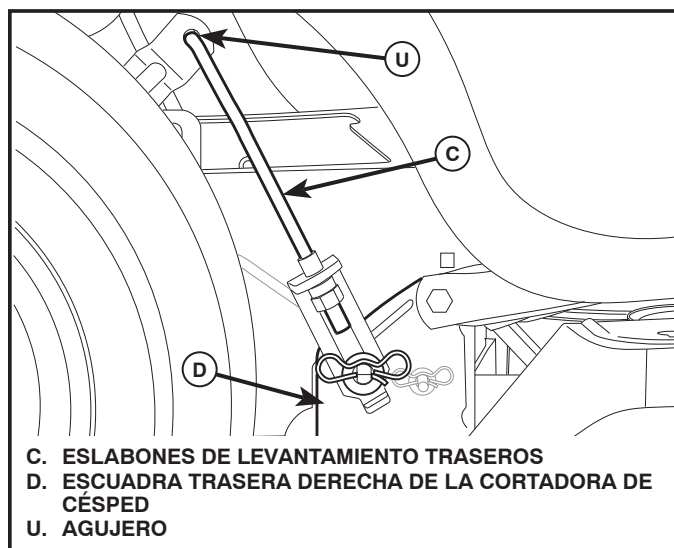

Fig. 31
7. INSTALE LOS ESLABONES DE LEVANTAMIENTO TRASEROS (C) (Vea Fig. 31)
- Inserte el extremo de varilla del eslabón de levantamiento trasero (C) dentro del agujero (U) en el brazo de suspensión del eje de levantamiento del tractor y haga oscilar el eslabón hacia abajo hacia la cortadora de césped.
- Levante la esquina trasera de la cortadora de césped y ubique la ranura en el conjunto de eslabones sobre la chaveta en la escuadra trasera de la cortadora (D); asegure con una arandela grande y un resorte de retención grande.